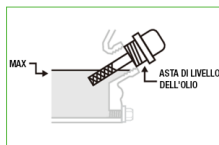

Fig.3
- Il livello dell'olio deve rimanere entro l'area indicata sull'astina di livello, preferibilmente vicino al punto medio-alto dell'intervallo indicato. (Fig. 3)